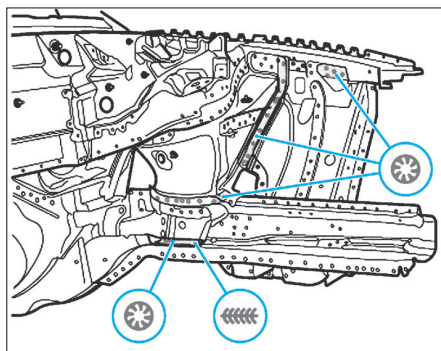

FIG. 7
- Souder la pièce neuve, soudure en continu sous protection gazeuse (Fig.7).